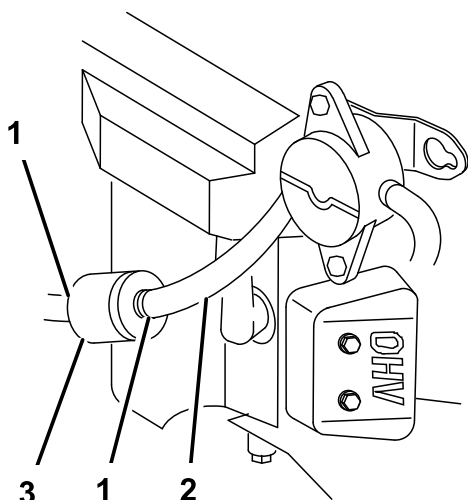

Рисунок 39
4. Сожмите концы хомутов шланга и отодвиньте их от фильтра (Рисунок 39).